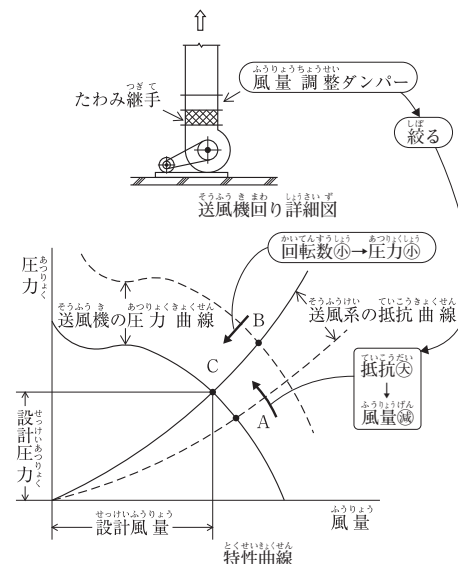

図3
(8) 送風機の特性曲線
① A 点で運転されている送風機を C 点で運転するためには、送風機の抵抗を変えればよい。抵抗を大きくするために、風量調整ダンパーを絞る。これにより、送風系の抵抗曲線が変化し、運転点は A から C に移動する。
② B 点で運転されている送風機を C 点で運転するためには、送風機の圧力を変えればよい。圧力を変えるためには、送風機の回転数を変えればよい。具体的には、プーリーを取り替えて回転数を下げ、圧力を下げる。これにより、運転点は B から C に移動する（図3参照）。